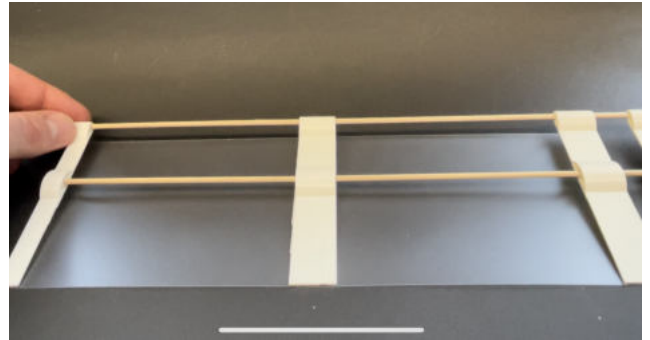

Abb. 37: Bespannen des planen Tragflächengerippes.
- (1) Entferne für die eine Hälfte des Tragflächengerippes die Folie von dem doppelseitigem Klebeband.
- (2) Presse das Tragflächengerippe mit dem doppelseitigen Klebeband auf die Laminierfolie (Abbildung 37).